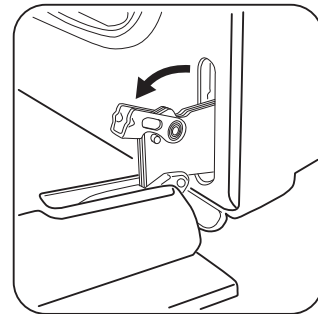

Figure 33: Verrous de charnière de porte
2. Levez et faites pivoter/abaissez complètement les leviers situés sur les deux verrous de charnière de porte du cadre du four vers la porte du four (Figure 33). Vous pourriez avoir besoin d'un petit tournevis à tête plate.
4. Levez et faites pivoter/poussez les verrous des charnières de porte vers le haut et dans le cadre du four jusqu'à ce qu'ils soient en position verrouillée (Figure 33).